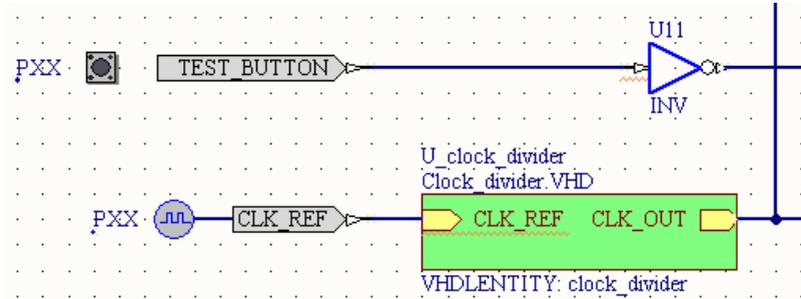

Рис. 40. Размещённый на схеме символ листа *Clock_divider.VHD*
- Удаление символа листа для *Clock_divider.schdoc* и перемещение символа листа для *Clock_divider.VHD* в его место на схеме (рис. 40). Проверка правильности соединения проводниками.